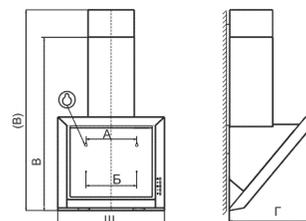

рис. 2
- вверните два самонарезающих винта 6x50 мм (размер «А», рис. 2);
- навесьте вытяжку через отверстия типа «замочная скважина» и дополнительно закрепите ее двумя самонарезающими винтами 6x50 мм (размер Б, рис. 2);
6.1 Установка кухонной вытяжки (рис.2):